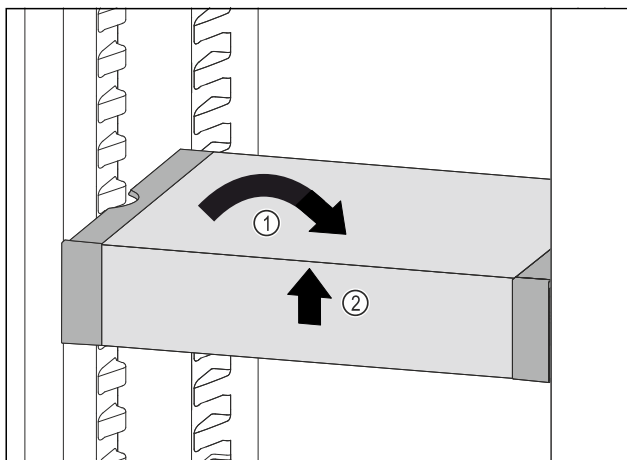

Fig. 77
- ▶ VarioSafe ustawić prosto. Fig. 77 (1)
- ▶ VarioSafe unieść z przodu. Fig. 77 (2)